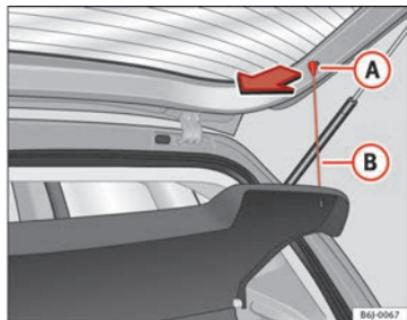

Fig. 99 Bandeja portaobjetos
- Desenganche los tirantes ⇒ fig. 99 (B) de los alojamientos (A).